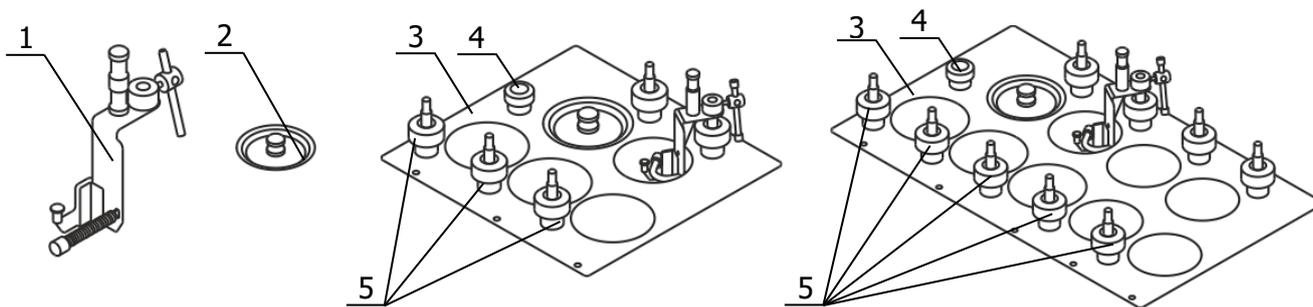

Рисунок 1 — Внешний вид комплектов приспособлений ВИС-Т-06-5К и ВИС-Т-06-9К
2.2 Крышка 3 (рисунок 1) оснащена адаптером для контрольного термометра 4 и направляющими 5, предназначенными для установки в вертикальное положение держателей 1 с рабочими вискозиметрами.